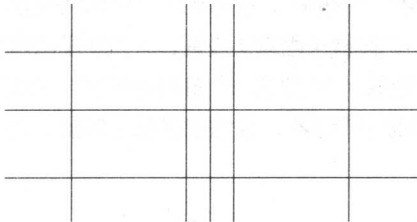

图 1-22 总平面图的辅助线
(2) 如果没有打开正交模式,按 F8 键打开正交模式。
(3) 单击“构造线”按钮,在绘图区任意绘制一条竖直构造线和一条水平构造线。
(4) 单击“偏移”按钮,使得水平构造线依次向下偏移 9000 距离、10500 距离;竖直构造线依次向右偏移 17700 距离、3600 距离、3600 距离、17700 距离。得到的辅助线如图 1-22 所示。